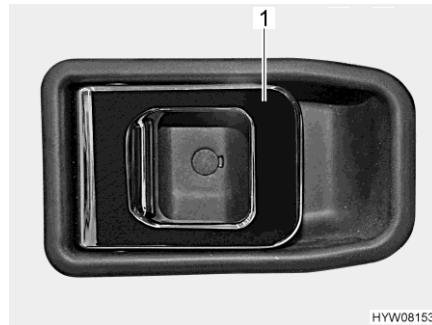

Fig. 36 Serratura della porta (porta conducente/porta di ingresso, lato interno)
- Apertura:* ■ Tirare la maniglia (Fig. 36,1). La serratura della porta si sblocca o apre.
- Bloccaggio:* ■ Premere la maniglia (Fig. 36,1). La serratura della porta si blocca.